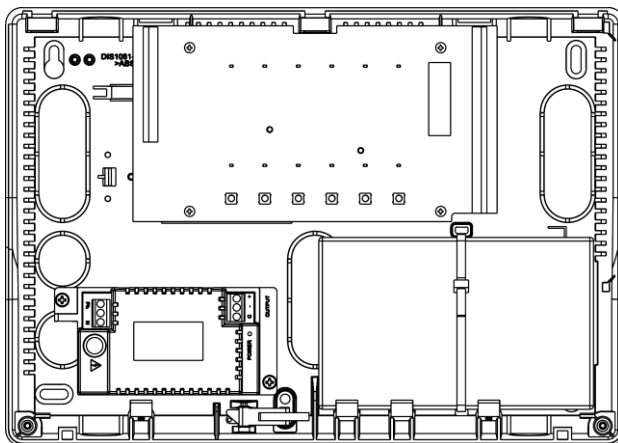

Figura 3 – Ancoraggio batteria tramite fascetta
**ATTENZIONE:** la batteria deve essere ancorata mediante la fascetta fornita a corredo come illustrato nella figura 3.